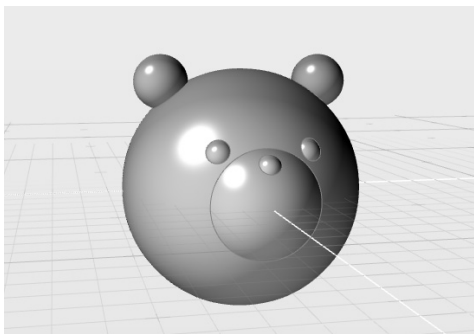

图 2-104 打开练习文件
1) 打开练习（2.5.2_1）中的 Evolve 文件，如图 2-104 所示。